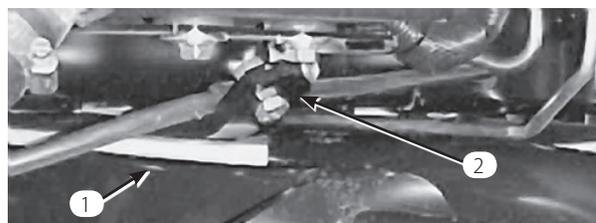
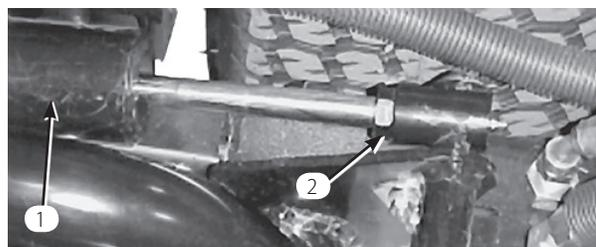

図9
図10
3. エンジンを始動し、昇降アームを上昇させ、後ろカットングユニットのウェア・バーの上部についているウェア・ストラップからバンパー・ストラップまでの距離が 0.51~2.54 mmの間にあるかどうかを点検する(図9)。この範囲になれば後昇降シリンダを調整する。シリンダの調整は、カットングユニットを降下させ、シリンダのジャムナットを戻して行う(図10)。ジャムナットを戻すには、シリンダ・ロッドのナットに近い方の部分をウェストプライヤで握って回す。調整ができればカットングユニットを上昇させて隙間を点検し、必要に応じて再調整する。クレビスのジャム・ナットを締める。